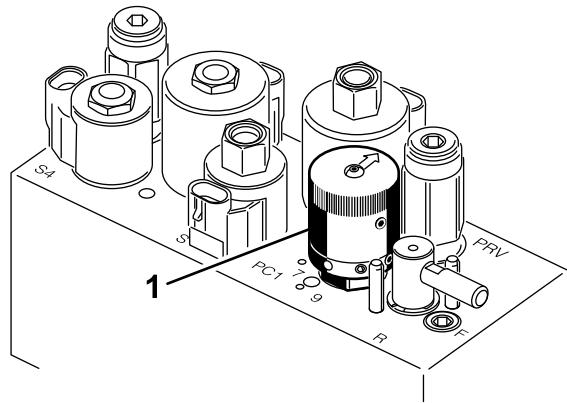

Figura 29
4. Para establecer la velocidad de los molinetes, gire el pomo (Figura 29) hasta que las flechas apunten al número que indique el ajuste deseado.